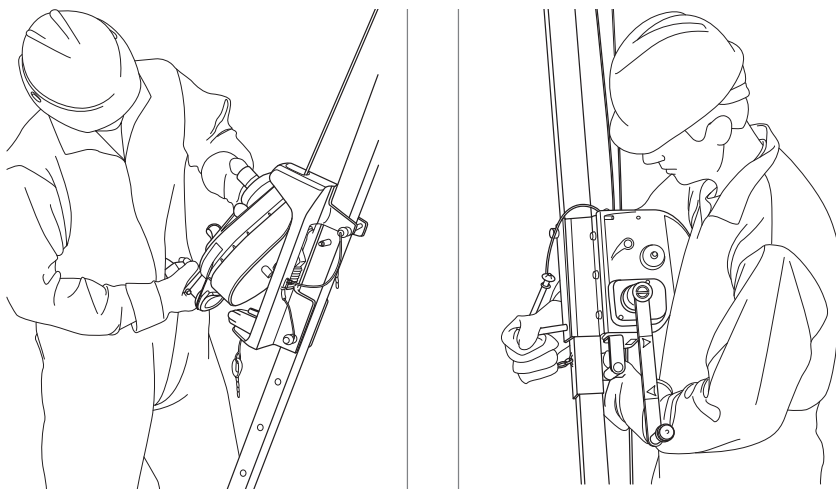

Fig. 8 Fixation du crochet d'ancrage à la tête du trépied.
Pour installer le treuil MSA Winch, suivre les instructions ci-dessous et consulter la Fig. 8 .
- (1) Conformément aux instructions du trépied, l'ajuster à une hauteur qui est facile d'atteinte par la personne qui l'installe.
- (2) Placer le treuil sur le sol à droite (lorsqu'on fait face à la patte) de l'une des pattes et extraire environ 9 pi (2,7 m) de corde (D).
- (3) Capeler le câble autour de la poulie de montage en deux pièces et utiliser un porte-mousqueton (NP 10089207) pour raccorder la poulie au trépied à DROITE de la patte sur laquelle le treuil est installé.
- (4) Si un dispositif antichute, comme le MSA Rescuer, est utilisé, le placer à droite d'une patte du trépied et extraire suffisamment de corde pour la capeler sur la poulie de montage en deux pièces et la fixer à la tête du trépied à droite de la patte à laquelle le dispositif antichute sera fixé.
- (5) Ajuster le trépied à la hauteur de travail désirée.
- (6) Insérer la goupille de verrouillage positif du treuil partiellement dans la patte du trépied sur laquelle le treuil sera installé en partant du côté gauche de la face extérieure de la patte. Consulter la Fig. 8 .
- (7) Monter le treuil sur la patte du trépied en plaçant la fente (I) du support de fixation par-dessus la goupille (H) de l'étape précédente.